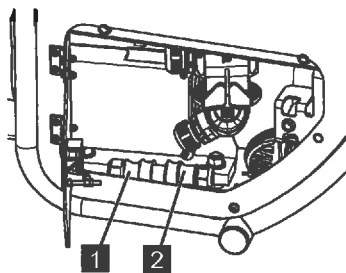

Abb. 226
2. Stecker und Kupplung (Abb.226/1 und 2) trennen.